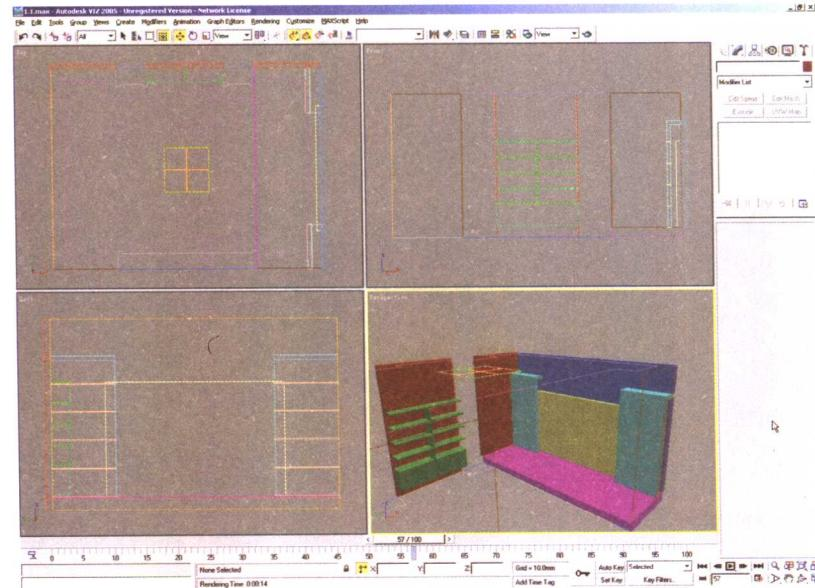

图 1-20 复制出另一侧的有机板造型
(23) 切换到移动模式，按下 Shift 键配合捕捉方式，将刚创建的物体再复制出 3 个来，注意节点的对齐方式。
(24) 选择 youjiban.02 物体和刚复制的物体，在左视图中将其向右复制出一个。注意利用捕捉和节点的对齐方式。完成后的效果如图 1-20 所示。